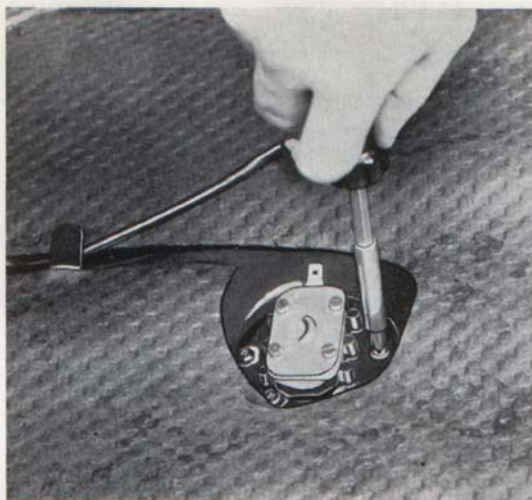

Bild 14 Montering av tankarmatur
2. Lägg packningen på sin plats på tanken. Placera dit tankarmaturen, se bild 14, och drag fast den ordentligt. Anslut ledningen.